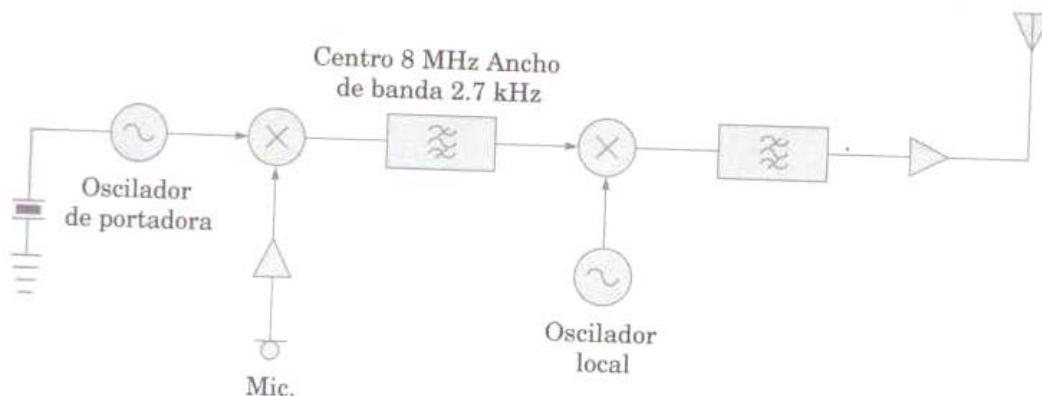

Figura 1
2. (2 puntos) El diagrama a bloques de un transmisor de BLU (banda lateral única) se muestra en la figura 1. La frecuencia del oscilador local es superior a la frecuencia de portadora y la señal de audio que llega al micrófono va de 0 a 2.7kHz. Si el transmisor emite la frecuencia diferencia, entonces